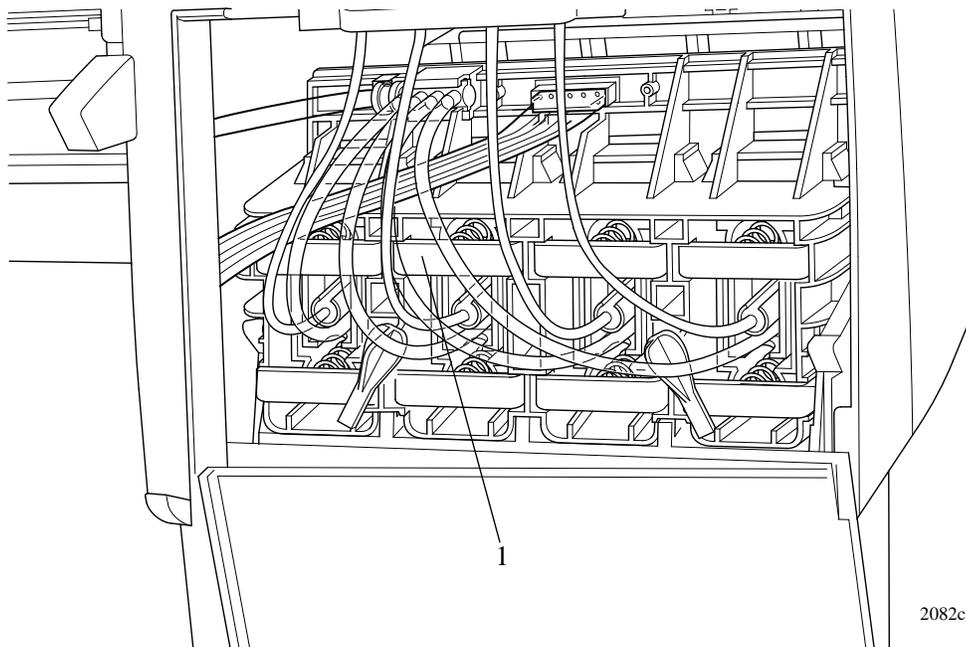

Figura 59: Conector dos tubos dos cartuchos de tinta (puxado para trás)
10. Deslize o conjunto do conector dos tubos dos cartuchos de tinta (item 1) em sua direção (consulte a Figura 59).